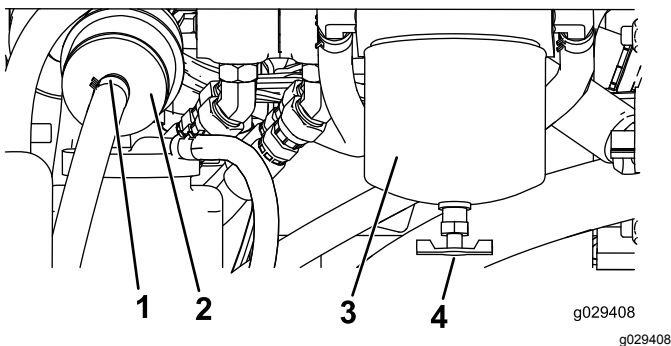

Bild 49
4. Ermitteln Sie den Kraftstofffilter hinten am Motor (Bild 49) und stellen Sie einen sauberen Behälter unter den Filter.
4. Ermitteln Sie die Kraftstofffilter an der rechten Seite des Motors (Bild 49) und stellen Sie einen sauberen Behälter unter den Filter.
5. Reinigen Sie den Anbaubereich der Filterglocke (Bild 49).
6. Entfernen Sie die Filterglocke und reinigen die Kontaktfläche (Bild 49).
9. Drehen Sie die Filterglocke per Hand, bis die Dichtung die Kontaktfläche berührt. Ziehen Sie sie dann um eine weitere 1/2 Umdrehung fester (Bild 49).
10. Ermitteln Sie den Inlinefilter an der linken Seite der Kraftstofffilterglocke (Bild 49) und achten Sie auf die Richtung des Flusspfeils an der Seite des Inlinefilters.
11. Öffnen Sie die Klemmen an jedem Ende des Inlinefilters und schieben die Schläuche herunter (Bild 49). Werfen Sie den Filter weg.
12. Schieben Sie die Schläuche auf das Ende des neuen Filters (Bild 49), stellen Sie sicher, dass der Pfeil am Filter zum Motor oder zur elektrischen Kraftstoffpumpe zeigt.